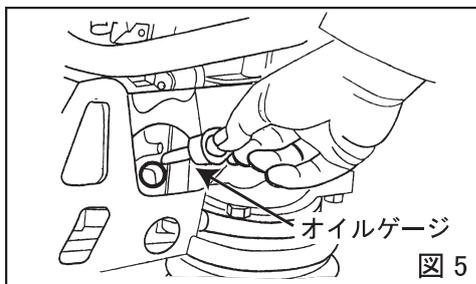

図 5
7.6 燃料タンクへレギュラーガソリン(無鉛)を入れると同時にエンジンオイルも点検し早めに補充してください。潤滑油量が少ないと、運転中の消耗により、エンジン焼き付きを起こします。(図5) 潤滑油は自動車用エンジンオイルSEまたはSF級以上の10W-30を入れてください。